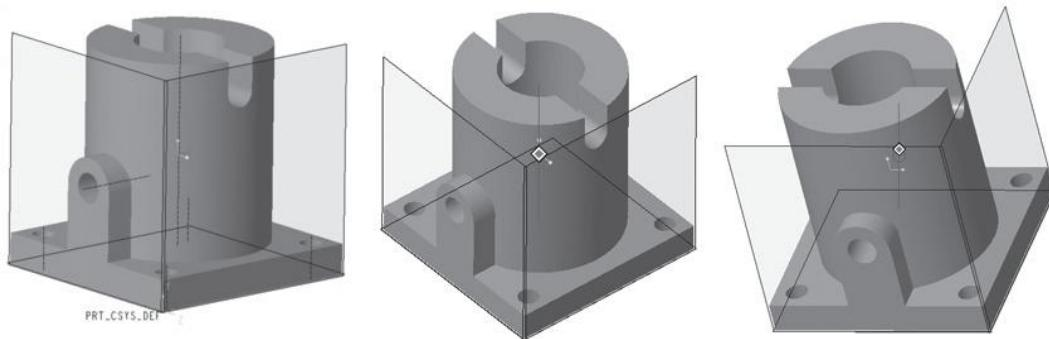

图 1-2-13 视图旋转
(2) 视图旋转。按住鼠标中键，移动鼠标，就可以在立体空间内绕单击位置旋转视图。按 Ctrl 键 + 鼠标中键，左右移动鼠标，可以在二维平面内绕单击位置旋转视图。图 1-2-13 是视图旋转的三种状态。